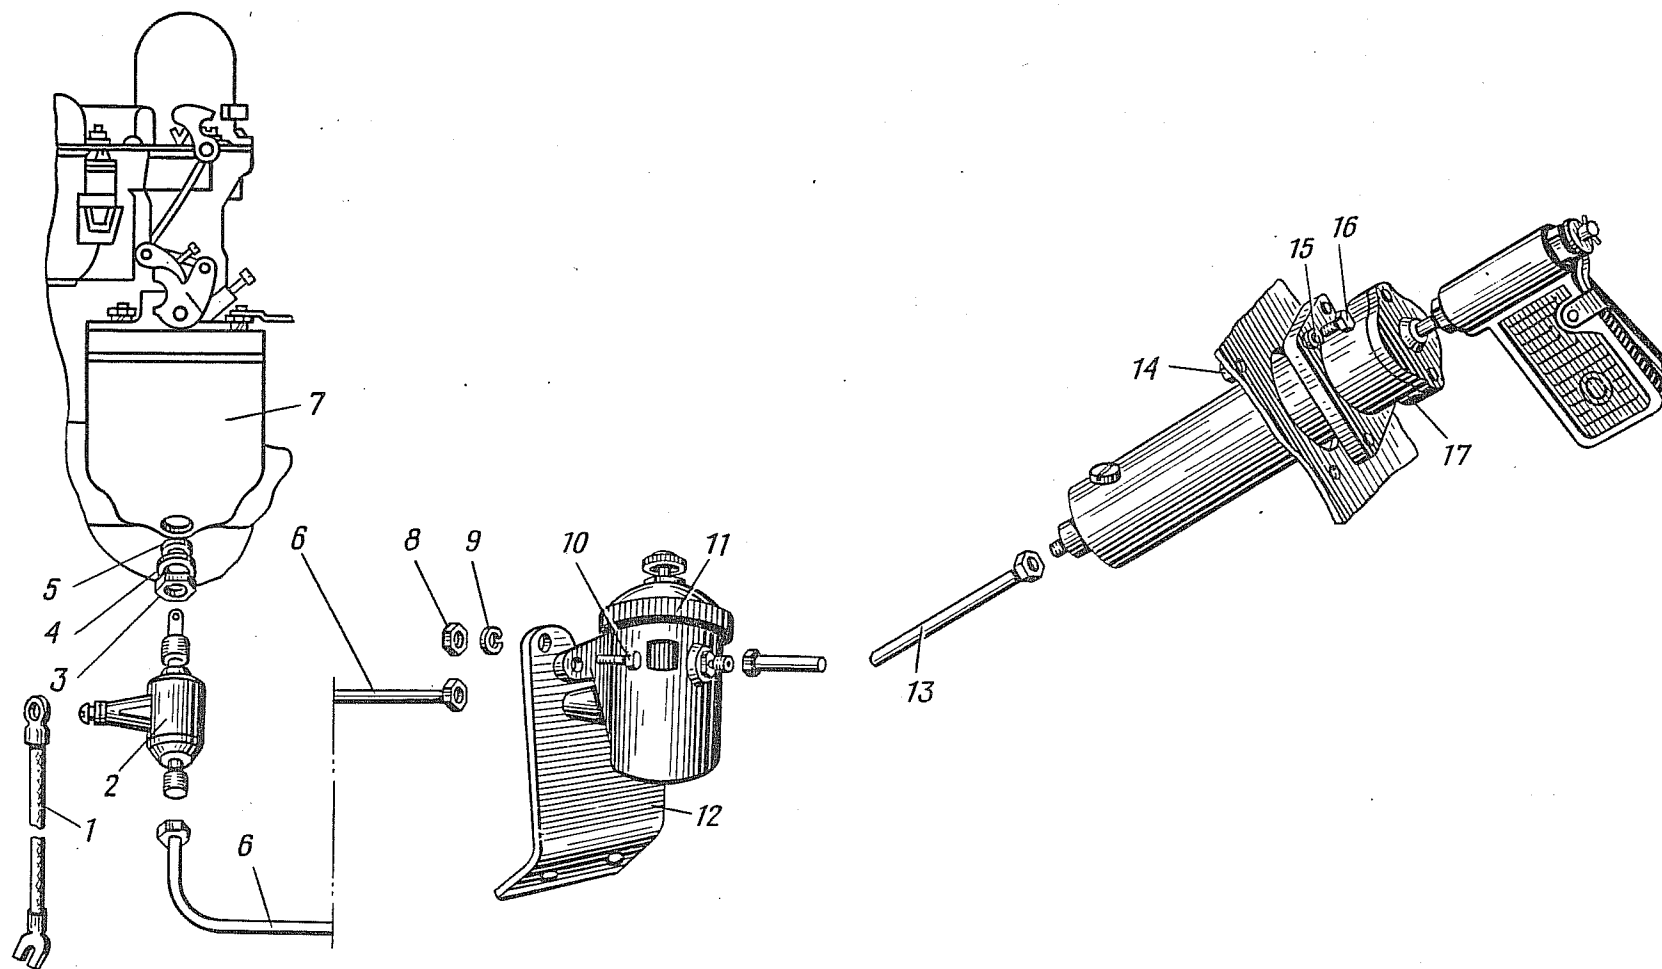

Рис. 43. Система экстренного пуска двигателя:
1.3. Отвернуть крышку смесителя 11 (рис. 43) и вынуть из корпуса смесителя капсулу, наполненную легковоспламеняющейся жидкостью «Арктика». Навернуть крышку на корпус.
1.11. Отвернуть накидную гайку со штуцера распылителя 2 (рис. 43), вынуть из козырька масляного радиатора резиновую втулку и снять эмульсионную трубку 6 (ключ 10, отвертка 150×0,5).
2.1. Установить плоскую 4 (рис. 43) и уплотнительную 5 шайбы на распылитель 2, вернуть распылитель во впускной коллектор 7 и закрепить стопорной гайкой 3 (ключ 13).
2.7. Установить смеситель 11 (рис. 43) на кронштейн 12 и закрепить болтами 10 и гайками 8 с пружинными шайбами 9 (ключи 12 и 13).